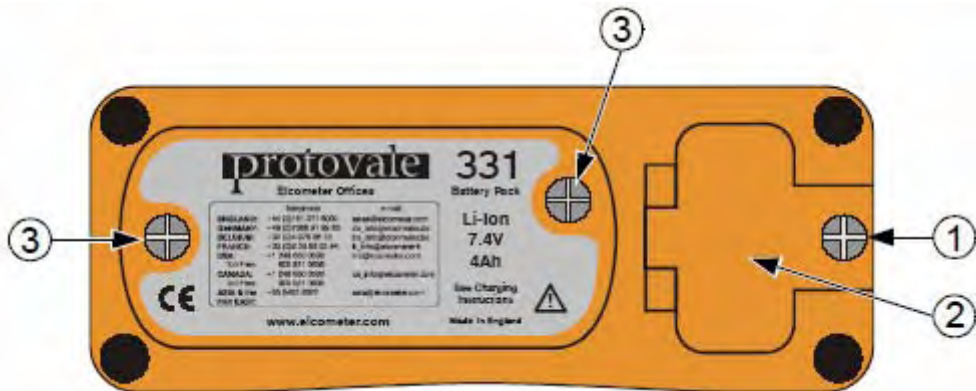

図2：鉄筋探査機の裏側パネル
1. 図2を参照して、鉄筋探査機の裏側の止めネジ①を外して、インターフェイス・アクセス・カバー②を開けます。
鉄筋探査機の外で充電するために電池パックを外す場合、鉄筋探査機の裏側の2本の電池パック止めネジ(図2 ③)を外し、バッテリーパックを手前に滑らすようにして取り外してください。取り外した電池に充電するには、充電器のリード線を電池パックのソケットに接続してください。(図3)